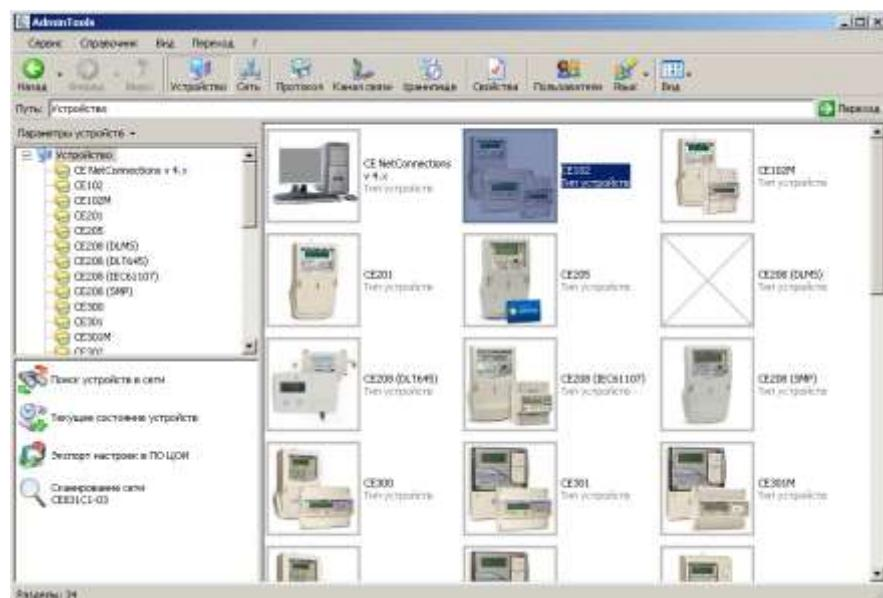

Рисунок 21 – Вид окна программы для выбора типа счётика
5.2.1 Нажать кнопку «Устройство» на панели инструментов. Выбрать тип устройства «СЕ102» в проводнике устройств, находящемся в левом верхнем углу, одним нажатием левой кнопки мыши или в главном окне программы двойным нажатием кнопки мыши (см. Рисунок 21).